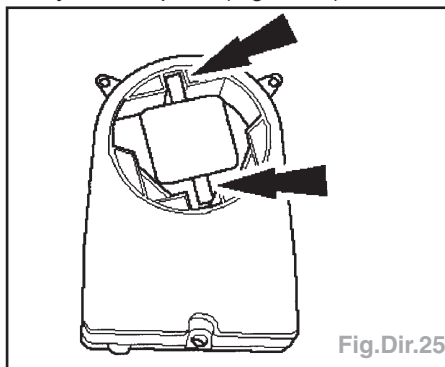

Fig.Dir.25
- Déterminer s'il existe un jeu excessif entre la goupille de blocage du capteur de rotation de volant de direction et le moyeu de capteur (Fig.Dir.25).